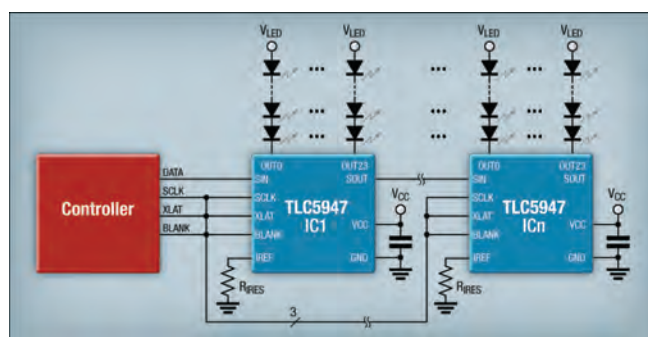

Fig. 4 - Esempio di applicazione del driver IC TLC5947 di Texas Instruments
TLC5947 di Texas Instruments è un driver IC a corrente costante a 24 canali. Ogni canale è regolabile individualmente con 4096 impulsi di larghezza modulata (PWM). Il controllo PWM si ripete automaticamente con i dati in scala di grigi programmata (GS) scritti tramite una porta seriale. Il valore corrente di tutti i 24 canali è impostato da un unico resistore esterno. TLC5947 ha una funzione di spegnimento termico (TSD) che disattiva tutti i driver di uscita durante una condizione di sovratemperatura. Tutti i driver si riavviano automaticamente quando la temperatura torna a condizioni normali (Fig. 4).